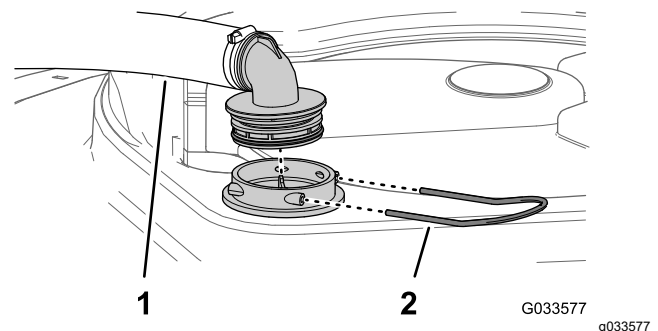

Figure 103
2. Au sommet de la cuve du pulvérisateur, retirez l'étrier de fixation qui fixe le raccord de flexible sur le grand flexible du logement du filtre (Figure 103).
3. Retirez le flexible et le raccord du logement du filtre (Figure 103).